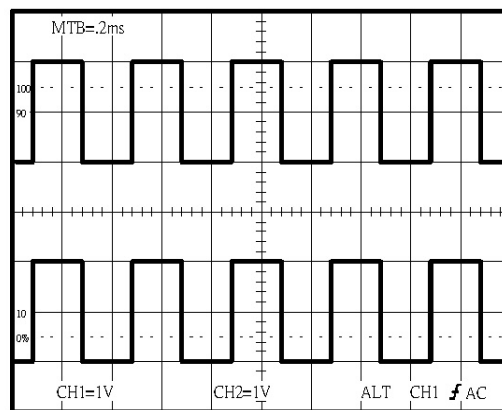

図 5-3 表示波計
4. 図 5-3 のような波形が表示されます。波形は約2Vpp/1kHzであることを確認してください。